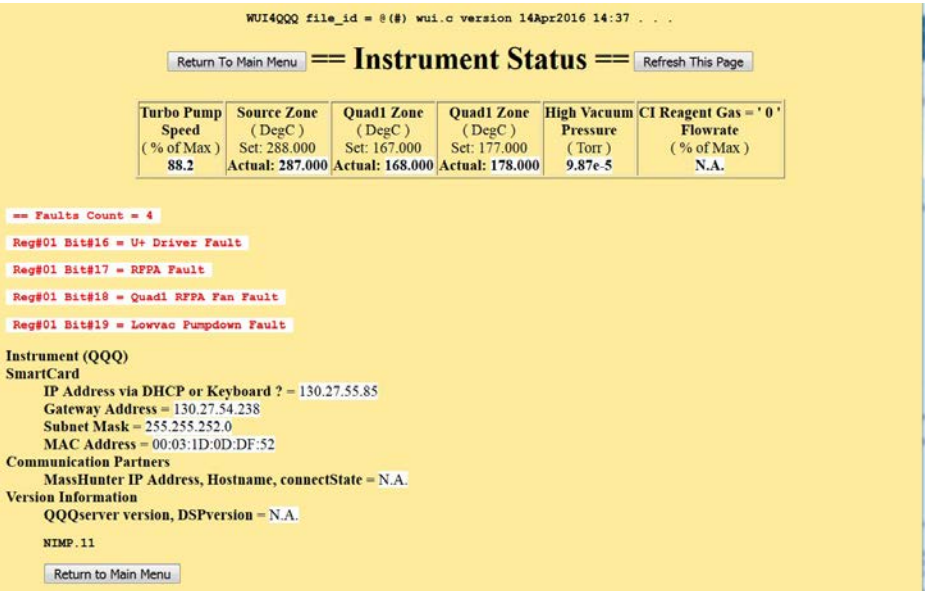

图 23 IP 地址配置启动消息
- 随即打开一个对话框，确认网络配置过程已经开始。（请参阅图 23。）